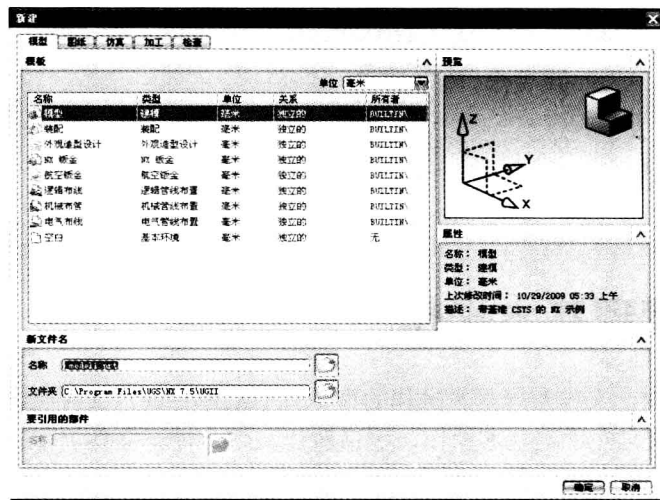

图 1-7 “新建”对话框
① 在菜单栏中选择“文件”|“新建”命令, 或者在工具栏中单击“新建”按钮, 打开如图 1-7 所示的“新建”对话框。该对话框具有 5 个选项卡, 分别用于创建关于模型(部件)设计、图样设计、仿真、加工和检查方面的文件。